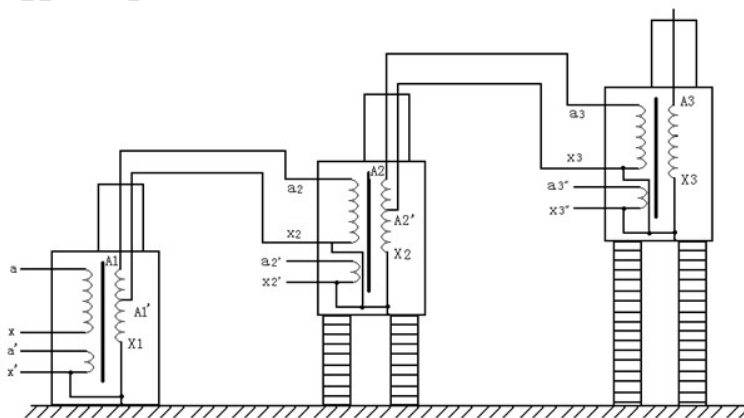

图 5
3. 串级变压器接线及原理：如图 5
串级高压试验变压器有很大的优越性，三台试验变压器串级连接可获得更高的电压，因为整个试验装置由几台单台试验变压器组成，单台试验变压器容量小、电压低、重量轻，便于运输和安装。它既然可串接成高出几倍的单台试验变压器输出电压组合使用，又可分开成几套单台试验变压器单独使用。整套装置投资小，经济实惠。图 5 中，在的第一级和第二级的每个单元试验变压器中都有一个励磁绕组 **A1**、**C1** 和 **A2**、**C2**。在串级试验变压器基本原理图中，低压电源加在试验变压器 I 的初级绕组 **a1x1** 上，单台试验变压 I、II、III 的输出电压都是 **V**。励磁绕组 **A1**、**C1** 给第二级试验变压器 II 的初级绕组供电；第二级试验变压器 II 的励磁绕组 **A2**、**C2** 给第三级试验变压器 III 的初级绕组供电。第二级试验变压器 II 和第三级试验变压器 III 的箱体分别处在对地为 **1V** 和 **2V** 的高电位上，所以箱体对地是绝缘的，试验变压器 I 的箱体是接地的。这样第一级、第二级、第三试验变压器对地的额定输出电压分别为 **1V**、**2V**、**3V**；其额定容量分别为 **3P**、**2P**、**1P**。